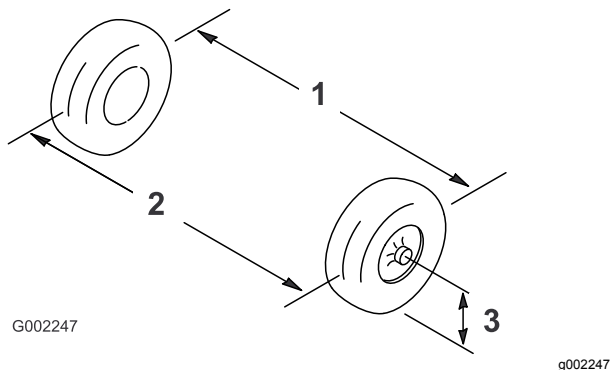

図 86
2. 前輪の前と後ろで、左右のタイヤの中央線間距離を測る計測はアクスルの高さで行う(図 86)。